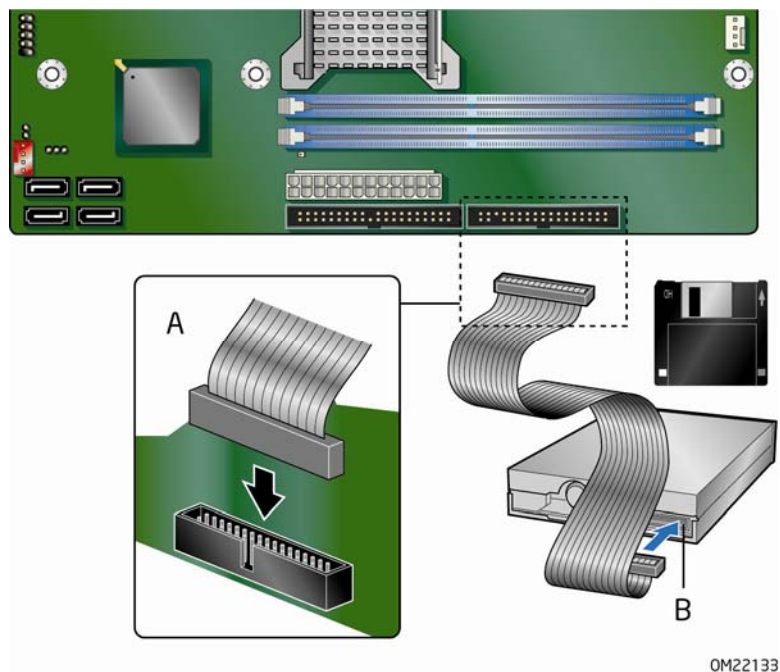

图 20. 连接软盘驱动器电缆
2. 将电缆贴有 P1 标签一端连接到英特尔台式机主板上的软盘驱动器连接器（图 20 中的 A）上。
3. 将电缆贴有 P2 标签的一端连接到软盘驱动器（图 20 中的 B）上。